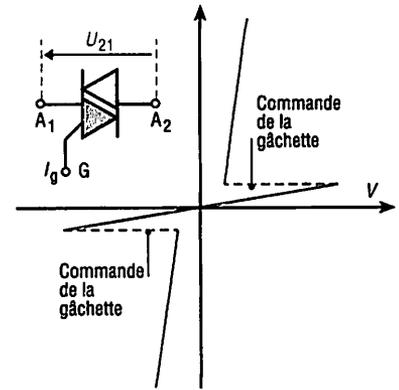

Fig. 12 : Caractéristique d'un triac.
3.1. Caractéristiques de fonctionnement (fig. 12)